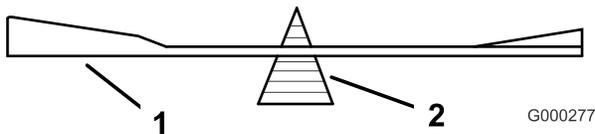
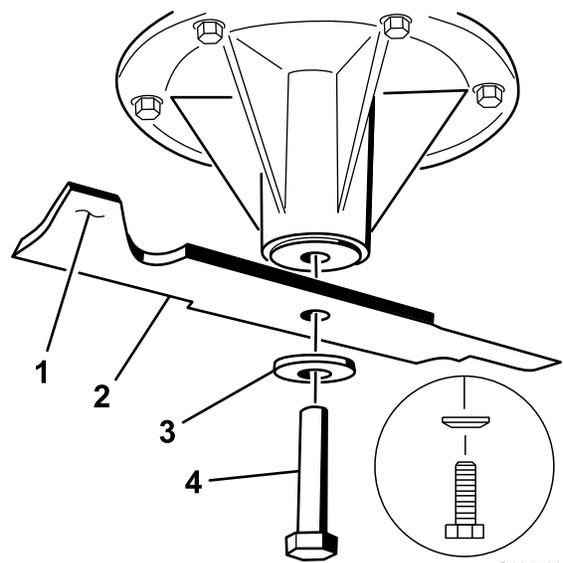

Figura 94
Figura 95
2. Verifique el equilibrio de la cuchilla colocándola sobre un equilibrador de cuchillas (Figura 94). Si la cuchilla se mantiene horizontal, está equilibrada y puede utilizarse. Si la cuchilla no está equilibrada, rebaje algo del metal en la parte de la vela solamente (Figura 95). Repita este procedimiento hasta que la cuchilla esté equilibrada.
1. Instale la cuchilla en el eje (Figura 95).
2. Instale la arandela de muelle y el perno de la cuchilla. El cono de la arandela de muelle debe estar orientado hacia la cabeza del perno (Figura 95). Apriete el perno de la cuchilla a 115-150 N·m (85-110 pies-libra).